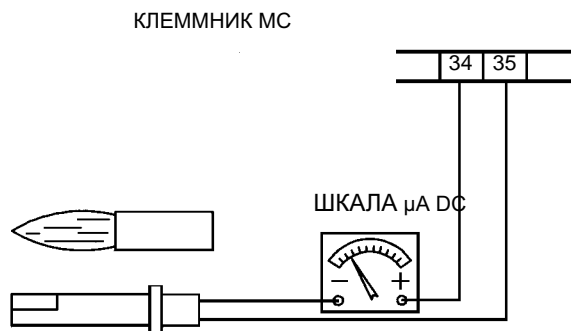

Рис. 23
- Проверить и тщательно почистить фоторезистор улавливания пламени, если необходимо заменить его. В случае возникновения сомнения, проверить контур улавливания пламени после установки на место горелки и ввода ее в действие, следуя схеме на Рис. 23;
Для того, чтобы измерить контрольный сигнал, действовать согласно схеме на Рис. 23. Если сигнал не соответствует указанным параметрам, проверить электрические контакты, чистоту головки сгорания, положение фоторезистора и, при необходимости, заменить его.